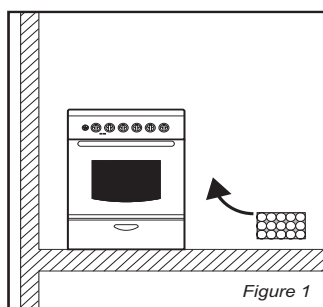

Figure 1
- Les gaz brûlés de la cuisinière doivent être directement évacués à l'extérieur ou par l'intermédiaire d'une hotte connectée à une évacuation (figure 1).